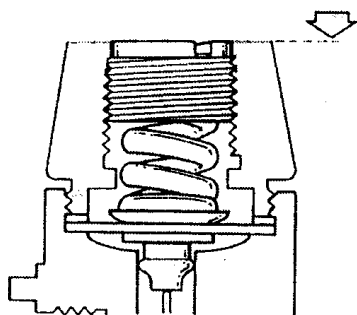

Рис. 3
- Уложите шток (15) и толкатель (16) в отверстие корпуса (42) регулятора со стороны крышки камеры. Установите новую диафрагму (17), аккуратно заправив ее края пластиковым торцом монтажного приспособления, уложите новую шайбу (18).
- Положите на диафрагму (17) опорную шайбу (19) основной пружины. Завинтите крышку камеры (20 или 21 для версии с сухой камерой) и затяните рожковым ключом на 30 или 34 мм с моментом 25 Н/м.
- Установите основную пружину (22), убедившись, что она соосно села на опорную шайбу (19). Установите шайбу (23). Используя шестигранный ключ на 8мм, закрутите регулировочный винт (24) до положения, когда его верхняя плоскость встанет на уровень с началом резьбы крышки камеры. (см. рис. 3).